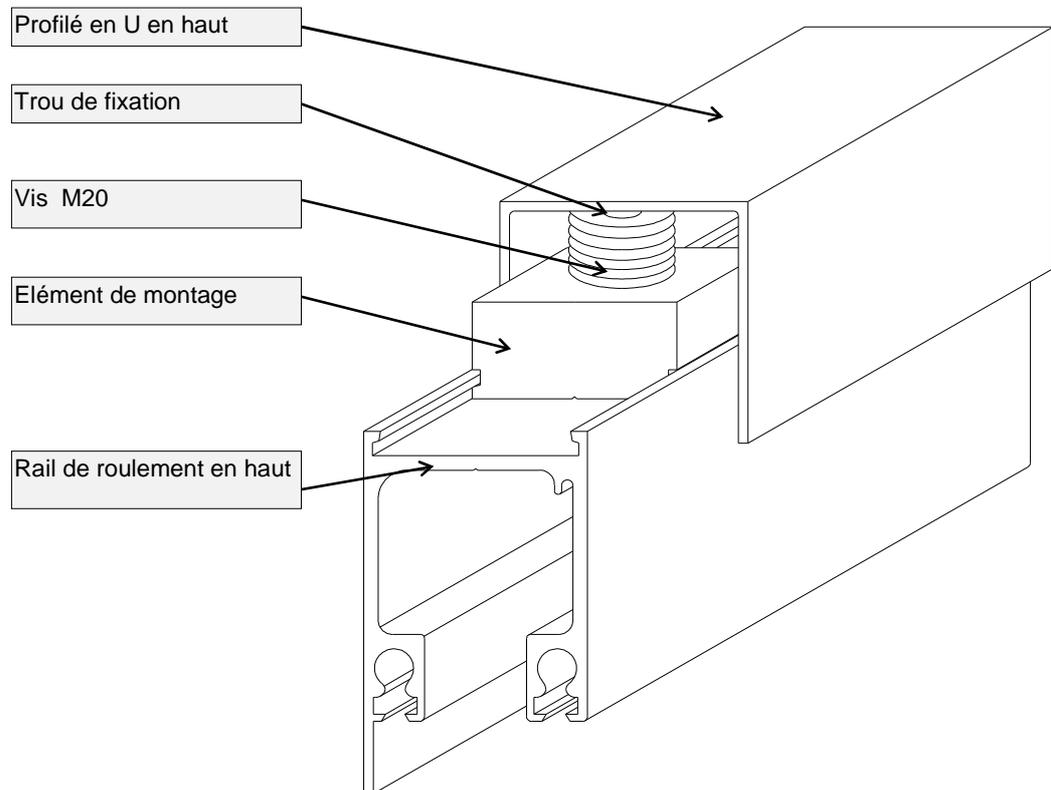

Figure 6 : Vue Fixation du rail de roulement supérieur
- Faire glisser le profilé de rail de roulement préparé en haut dans le profilé en U fixé en haut \Rightarrow aligner \Rightarrow fixer \Rightarrow enlever la vis de nivellement M20 par perçage \Rightarrow introduire le goujon \Rightarrow fixer provisoirement (voir figure 6)